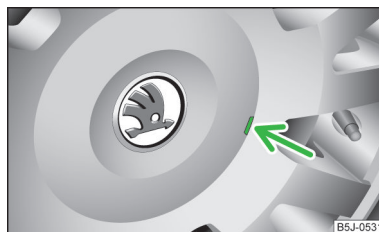

Fig. 136
- Desmontar con cuidado el embellecedor de rueda por medio del estribo de alambre de la herramienta de a bordo » fig. 136.